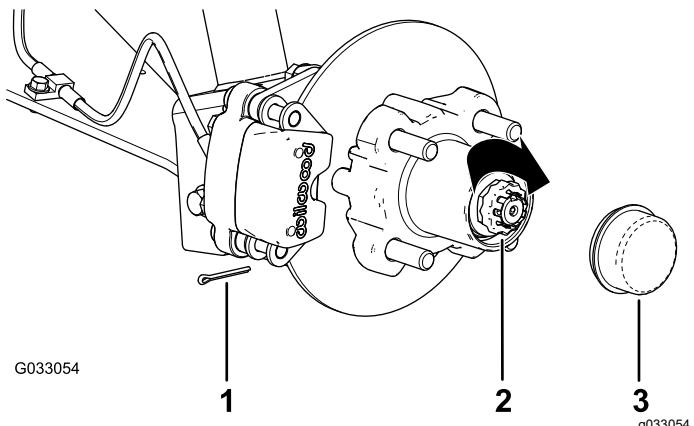

図 34
8. ナットの上からリテナーを取り付け、リテナーのスロットとスピンドルのスロットが整列しているかどうか確かめる図 34。
9. コッターピンを取り付け、ピンの足をリテナーに巻き付けるように曲げる図 34。
10. ハブにダストキャップを取り付ける図 34。